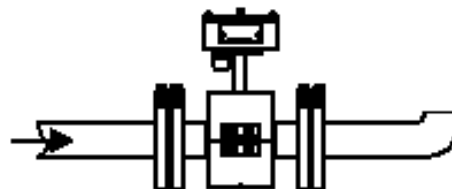

Рисунок 8.4
8.2.5 Схема установки для безнапорных систем (например сточных вод) рисунок 8.4.